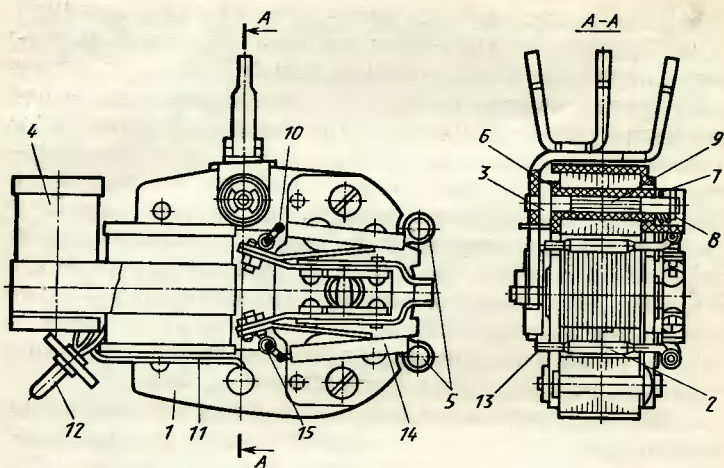

Рис. 44. Электродвигатель бритвы «Нева-3»:
*Разборка электродвигателя.* Снять упорную шайбу 8 (рис. 44), пружину 7, шайбу 9 оси кулисы и вынуть